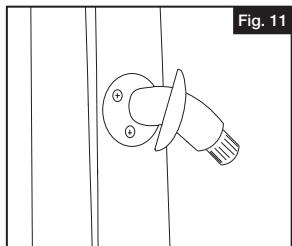

Fig. 11
- 3.** Glisser le couvercle sur le retour de la tige, mais NE PAS l'enclencher jusqu'à ce que l'installation de la rambarde soit terminée (Fig. 11).